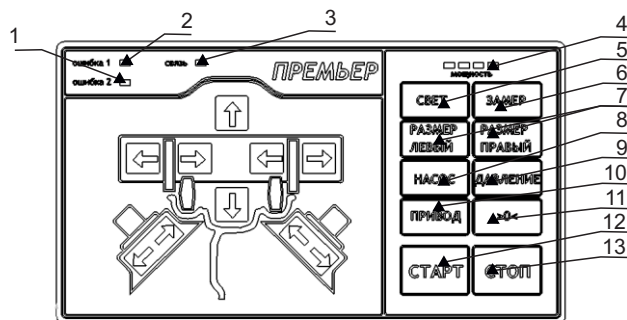

Рис.3.1.
- 4.2.15. Управление стендом осуществляется при помощи кнопок на панели управления. Внешний вид панели управления стендом приведен на *рис.3.1*-*3.2*. Светодиоды, расположенные на панели управления отображают параметры работы стенда.